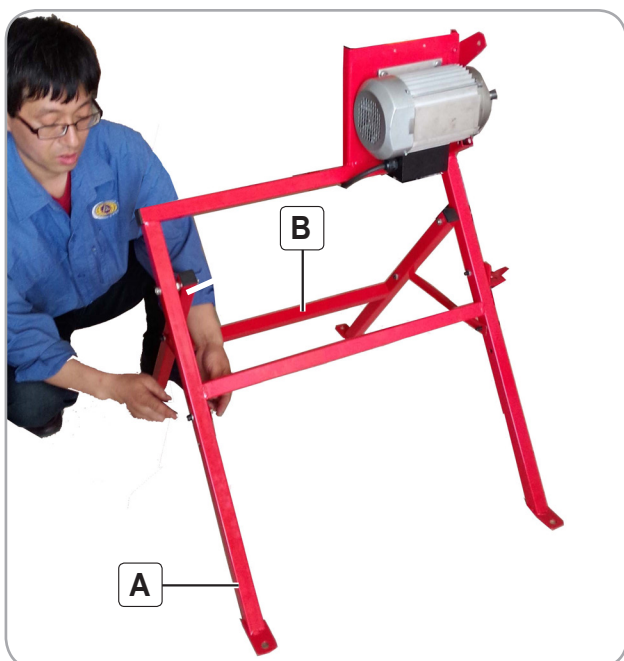

Fig.3
Conectați piciorul de sprijin (A) și piciorul de susținere (B) cu cele două bride de blocare picioare (C) în partea stângă, respectiv în partea dreaptă (Fig.3).